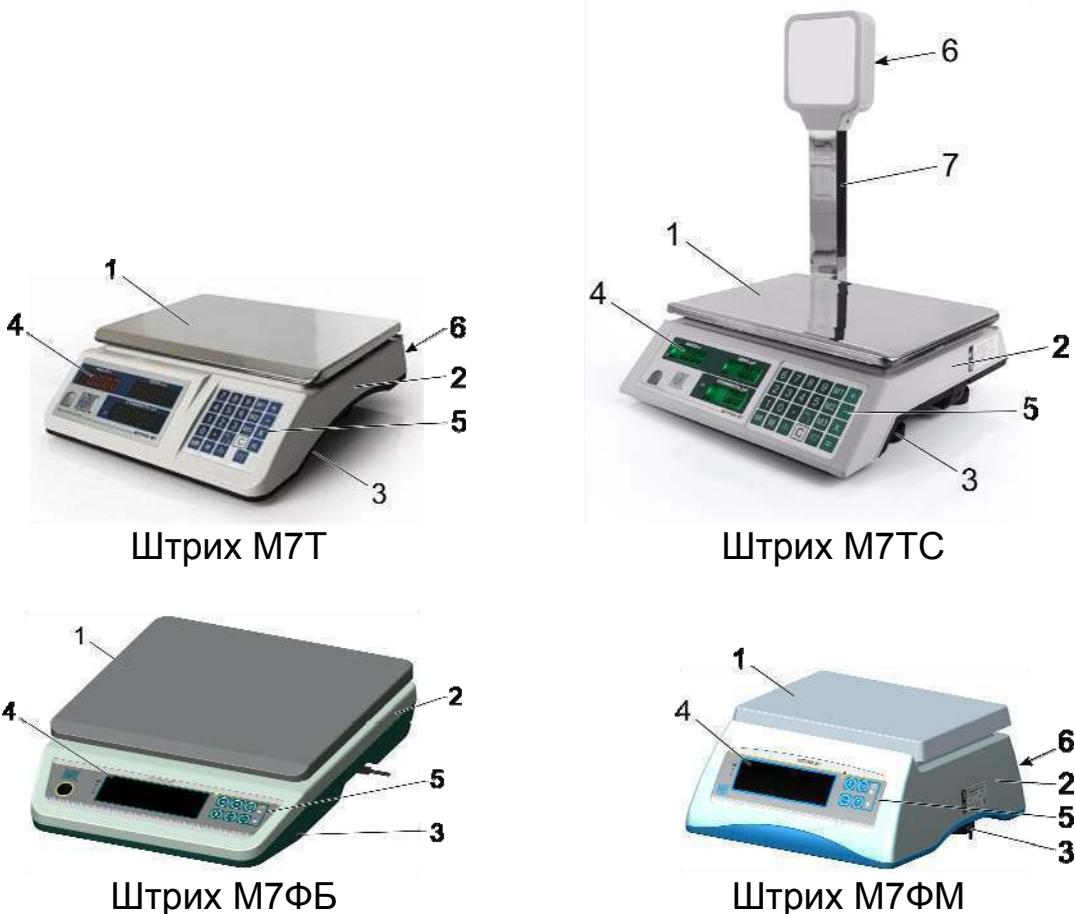

Рисунок 3 – Общий вид весов настольных электронных Штрих М7
6.1 Перед включением весов убедитесь, что весы стоят на ровной поверхности, и вращением винтовых опор 3 (см. Рисунок 3) добейтесь, чтобы пузырек воздуха индикатора уровня находился в центре ампулы уровня, расположенной в нижнем левом углу лицевой панели корпуса весоизмерительного устройства, убедитесь, что на весы не воздействуют вибрации, сквозняки и агрессивные среды, что ГПУ весов пусто и не касается постоянных предметов.